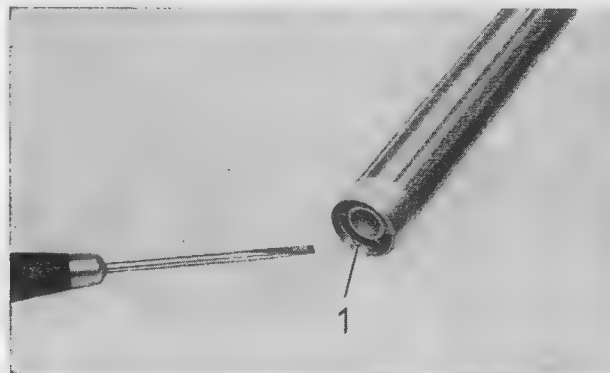

Bild 26. Rundring aus dem Führungsrohr herausdrücken
- Dichtscheibe (3), Druckfeder (4), 19 mm Dmr., und Napf für Endanschlag (5) vom Stützrohr (6) abnehmen.
- Das Stützrohr (6) in das Führungsrohr (A) hineinschieben.
- Den Rundring 32×1,6 (Bild 26) aus dem Führungsrohr entfernen. Die hinter dem Rundring liegende Drossel (3) besitzt eine Ausfräsung am äußeren Durchmesser, damit der Rundring mit Hilfe eines kleinen Schraubendrehers herausgedrückt werden